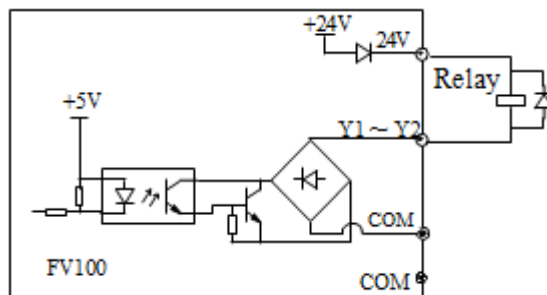

Рис. 4-5 Подключение многофункционального выхода с внутренним источником тока.
1. Для многофункциональных выходов Y1, Y2 может использоваться внутренний источник тока 24 В, подключение согласно Рис. 4-5.